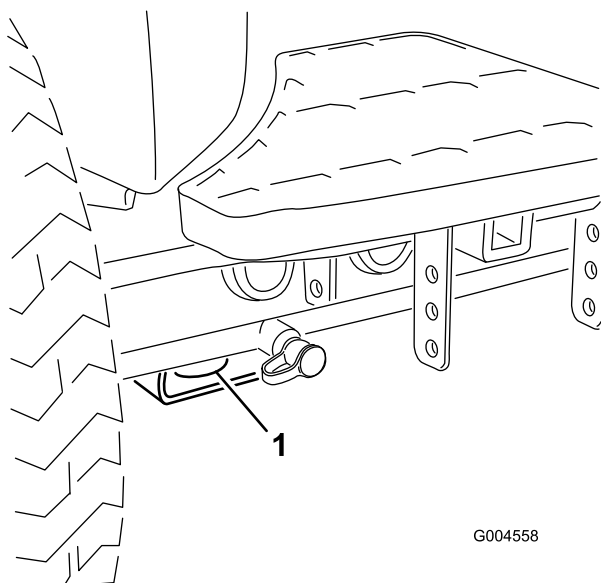
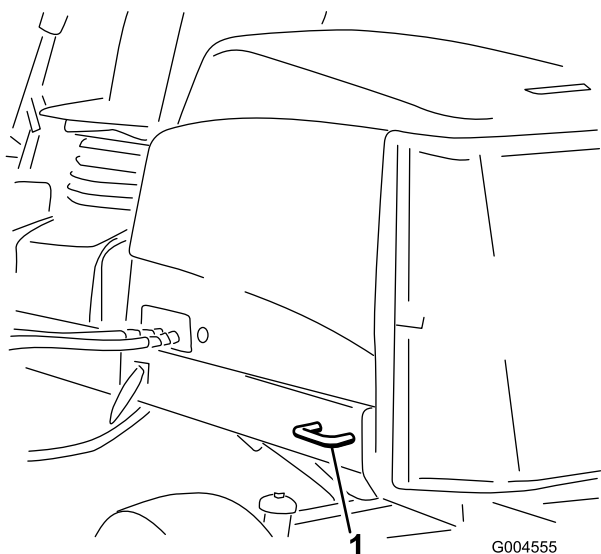

Figura 36
Figura 37
5. Utilize os aros de fixação metálicos na máquina para prender firmemente a máquina ao atrelado ou veículo com cintas, correntes, cabo ou cordas (Figura 36 e Figura 37).
- Dianteira – o orifício na pastilha rectangular, por baixo do tubo do eixo, dentro de cada pneu dianteiro (Figura 36)
- Traseira – cada lado da máquina na estrutura traseira (Figura 37)